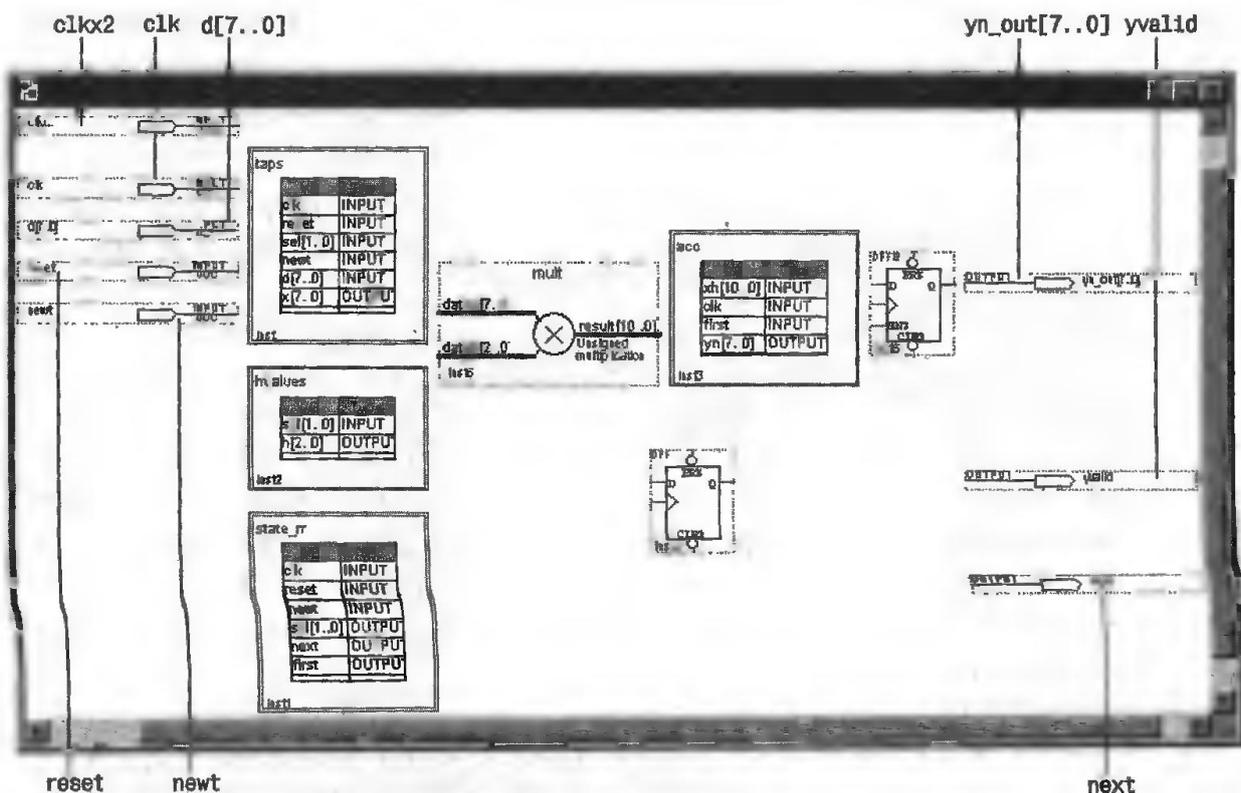

Рис. 3.21
5. Разместите графические обозначения (**Symbols**) всех выводов Input (вход) и Output (выход) так, чтобы они совпали с соответствующими обозначениями других функциональных элементов или блоков схемы (рис. 3.21).